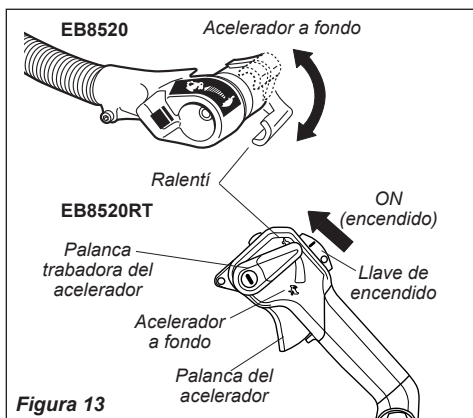

Figura 13
4. Mueva la palanca del acelerador hasta la mitad. **Modelo RT:** deslice el interruptor de encendido hasta la posición "I" (ENCENDIDO) y después pulse la palanca del acelerador hasta la mitad y trabe el acelerador moviendo la palanca de seguridad del acelerador hasta la mitad, hacia abajo. Consulte la Figura 13.